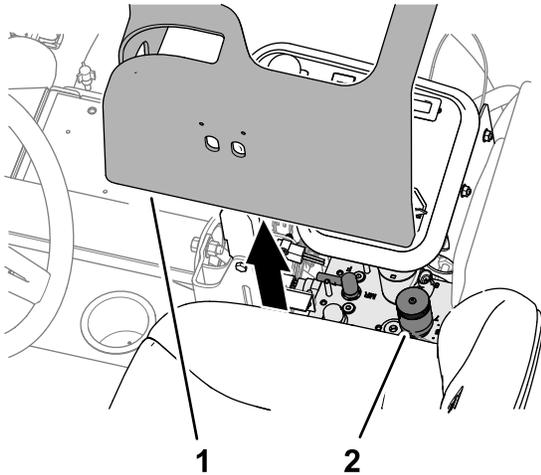

Figura 49
2. Levante a cobertura do braço de controlo (Figura 49).